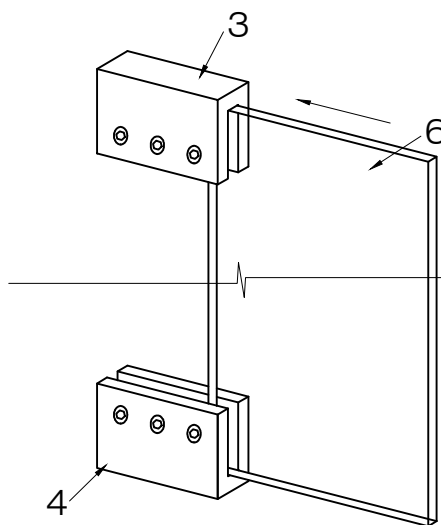

FIG.5A
2. Un instalador debe insertar manualmente la parte convexa de la bisagra de giro (nro. 3) en la parte cóncava de la base de la bisagra de giro (nro. 1) y mantenga la posición. Las bisagras deben abrirse ligeramente. El otro instalador debe levantar el panel de la puerta (nro. 6) y deslizarlo con delicadeza hacia ambas bisagras de giro al mismo tiempo. [CONSULTE LA FIG. 5A]